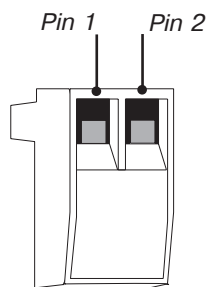

Рисунок 21. REPO разъем
3. Подсоедините изолированные нормально замкнутые релейные контакты (номинал 60 В постоянного тока максимум, 30 В переменного тока RMS максимум, и 20 мА максимум) через REPO устройство к контакту 1 и контакту 2 (см. рисунок 21). Используйте витой неэкранированный провод размером 18 – 22 AWG ($0.75 \text{ мм}^2 - 0 \text{ мм}^2$).